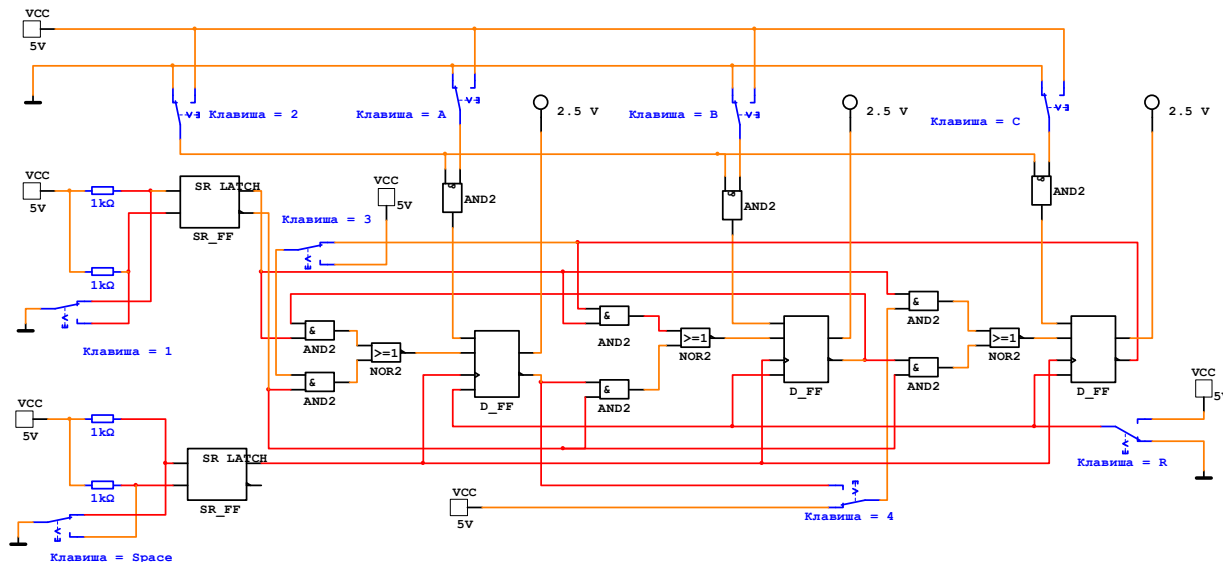

Рис. 12.3
12.2.6. Соберите схему универсального регистра сдвига, изображенную на рис. 12.3. Переключатели “А”, “В”, “С” служат для установки кода числа, которое можно записать в триггеры регистра (левое положение – 0, правое – 1). Для записи установленного числа нужно на короткое время перевести переключатель «2» в правое положение, а затем вернуть его обратно в левое. Переключатель «4» превращает регистр в кольцевой при сдвиге влево, «3» - при сдвиге вправо. RS –триггер, управляемый переключателем «1», служит для пе-